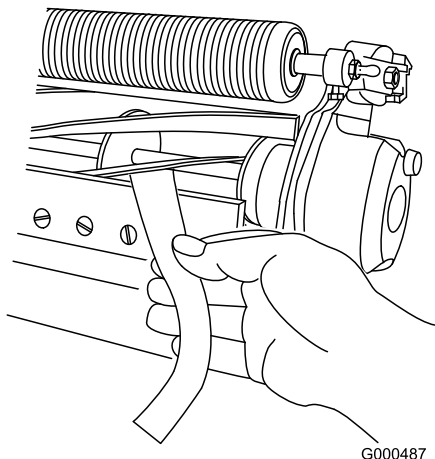

图5
B. 在滚刀与底刀之间插入一长条剪切性能纸纸要与底刀垂直 图5 然后 **缓慢** 向前旋转滚刀此操作应能切断性能纸如果不能请重复步骤 **A** 和 **B** 直至切断为止。
11. 在滚刀与底刀之间插入一长条剪切性能纸要与底刀垂直图5然后缓慢向前旋转滚刀此操作应能切断性能纸如果不能将每个底刀架调节螺栓都顺时针旋转 1 格直至切断为止。